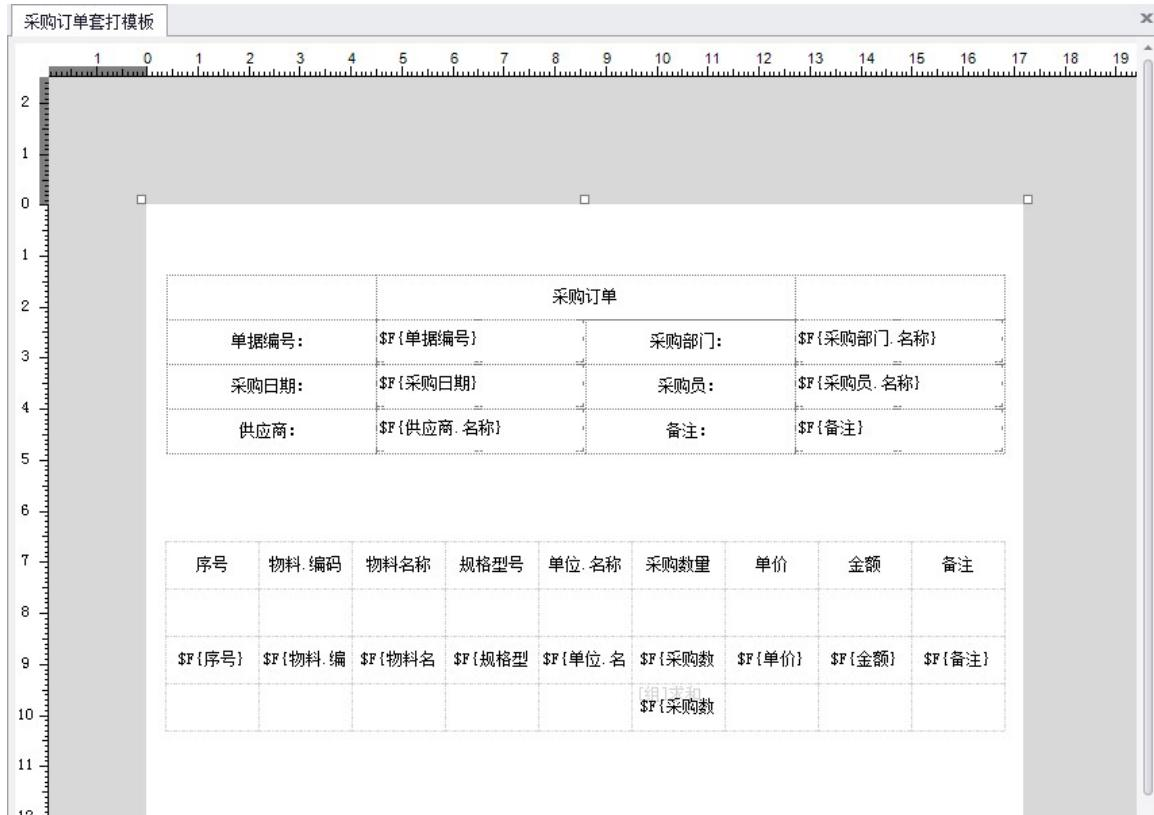

图 6-1-11 数据表格配置完成界面
11、通过数据表格向导配置数据表格数据源，数据表格自动根据向导中选择的数据源字段及汇总字段自动创建行和列，如图6-1-11所示。